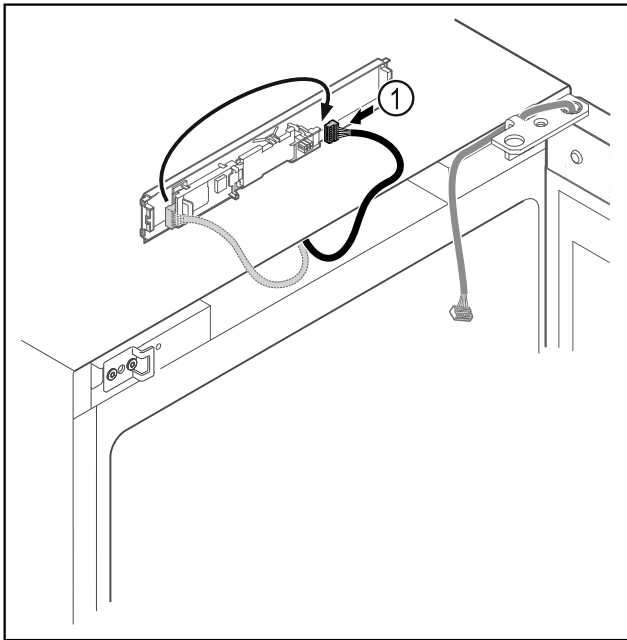

Fig. 11
- ▶ Stecker Fig. 11 (1) auf Platine umstecken.